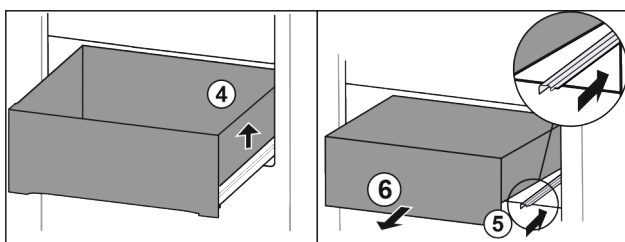

Fig. 83
- Lade rechts optillen. Fig. 83 (4)
- Rechter rail erin schuiven. Fig. 83 (5)
- Lade naar voren toe verwijderen. Fig. 83 (6)